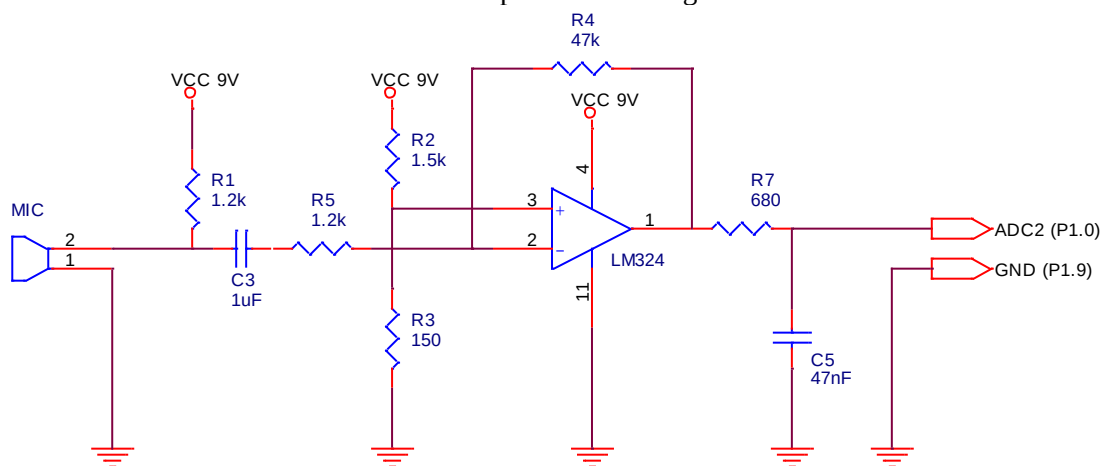

Fig. 3.2.1.a. Amplificatorul de intrare
- schema modului de intrare este prezentata in Fig. 3.2.1.a.